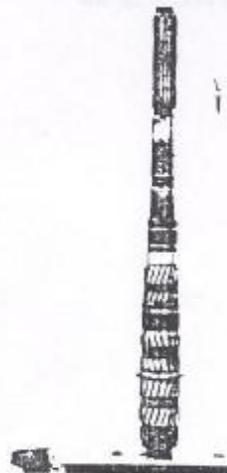

Figura 3.11.4 - Árvore principal desmontada
10. Remover o conjunto sincronizador de 1^a e 2^a velocidades e a engrenagem de 2^a (Figura 3.11.4).